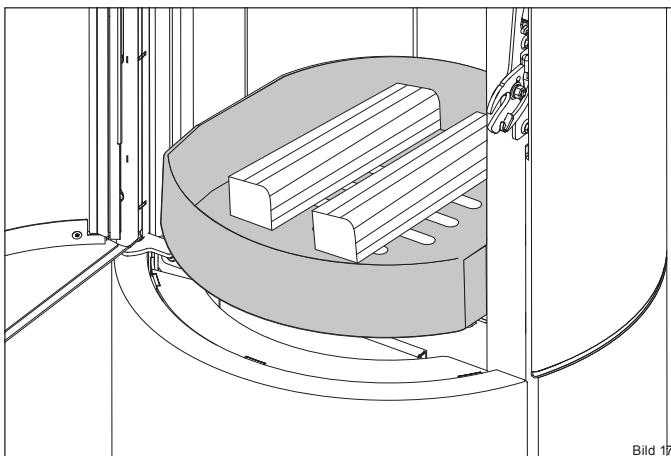

Bild 17
- Legen Sie zwei Holzscheite (4) mit 1,4 kg Gesamtgewicht mittig in den Feuerraum ein (mit der Stirnseite nach vorne zeigend). Lassen Sie ca. 5 cm Abstand zur Feuerraumscheibe (Bild 17).